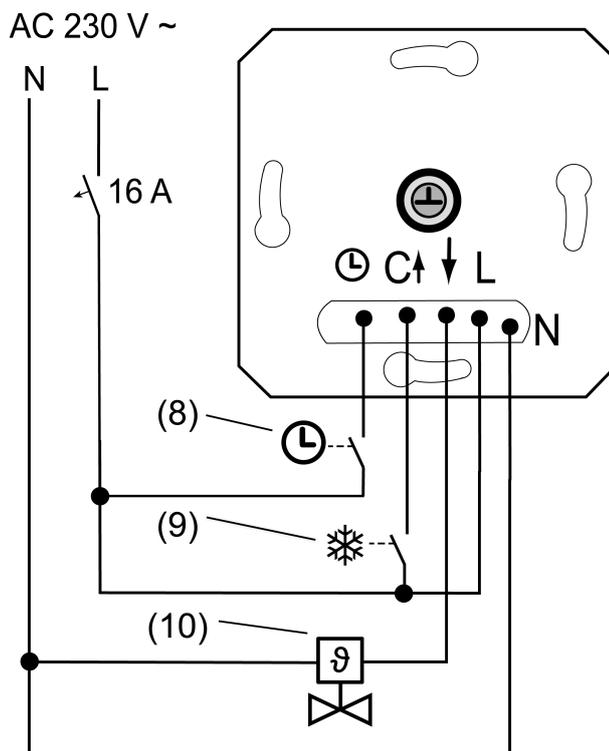
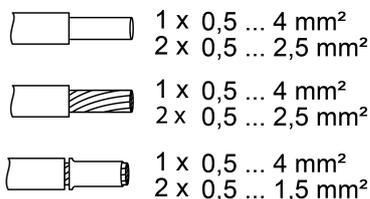

рисунок 2: Пример подключения вставки
рисунок 3: Сечение провода под клемму
- Подключите электротермический сервопривод (10) к вставке (1) согласно монтажной схеме (рисунок 2). Соблюдайте сечение проводов (рисунок 3).
- Подключите вход в режиме понижения температуры ⊕ через контакт переключения центральных часов (8).